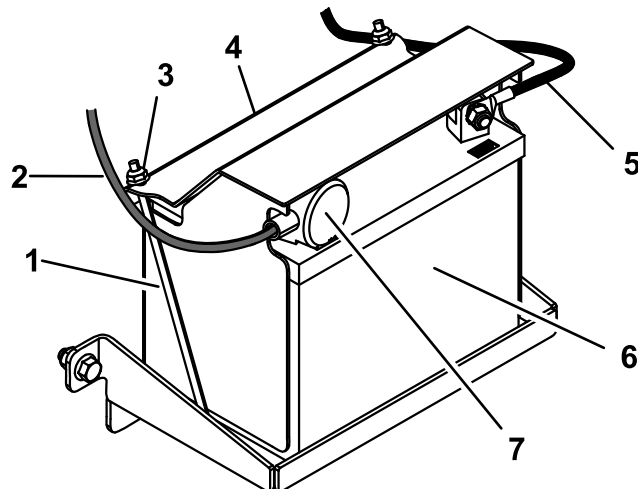

Figura 27
1. Coloque a bateria no tabuleiro da bateria e prenda-a com a cobertura da bateria, duas barras de fixação e duas porcas (Figura 27).
4. Deslize a proteção do terminal vermelho para o polo positivo da bateria (Figura 27).